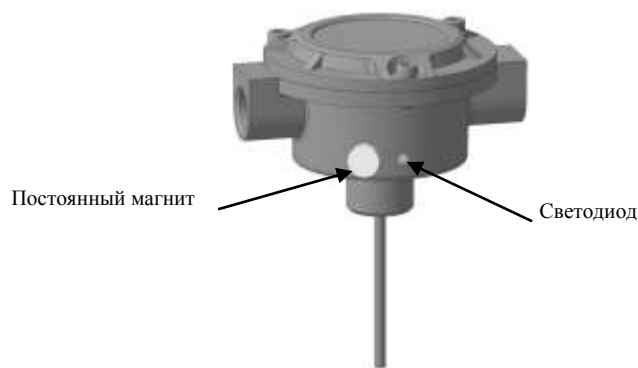

Рисунок 4 – Место поднесения постоянного магнита
Командой «Программирование адреса устройства» можно задать адрес извещателя независимо от того, какой ему адрес присвоен на данный момент. Это может быть использовано в случае ошибочного назначения одинаковых адресов двум и более устройствам. Для этого с пульта или компьютера подать команду на программирование требуемого адреса. После чего в течение не более 5 минут к извещателю, который находится в дежурном режиме, поднести постоянный магнит к обозначенному месту, рисунок 4. При этом светодиод извещателя переходит в режим непрерывного свечения. На пульте или компьютере отобразятся события о потере связи с устройством по старому адресу и о восстановлении связи с устройством по новому адресу. Если устройства имели одинаковый адрес, то сообщений о потере связи по старому адресу не будет.
2.6.4 Упрощенный контроль функционирования осуществляется путём поднесения постоянного магнита к извещателю (см. рисунок 4). пульт «С2000М» или АРМ «Орион Про» должен выдать сообщение «Тест» или «Пожар», в зависимости от режима тестирования. Упрощенный контроль работает начиная с «С2000-КДЛ» v.2.15 и «С2000-КДЛ-2И» v.1.15.